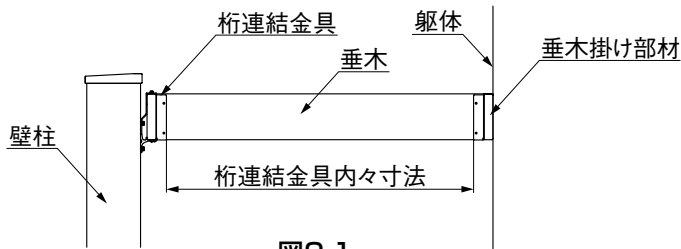
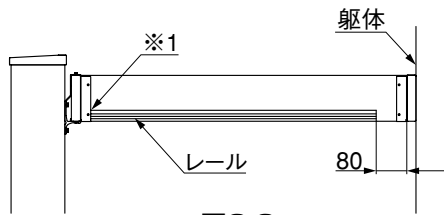

図2-1
図2-2
- ① 桁連結金具の内々寸法を実測してください。（図2-1参照）
- ② レールを実測した寸法にあわせて切断してください。
- ③ 図のようにレールを前側の桁連結金具に突き当てて（※1）、後側の垂木掛け部材と80mm以上あくようにレールを切断してください。（図2-2参照）